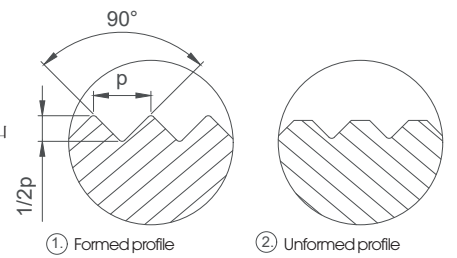

Fig. 4: Different profile pattern
ホイール距離を適切に近づけると、ローレットプロファイルは完全に盛り上がりします。(Fig. 4 ref. 1)。ローレットプロファイルが不完全な場合 (Fig. 4, ref. 2)、ホイール間距離を縮め再度ワークの加工を行います。加工したローレット山とかみ合うため、再加工は可能です。